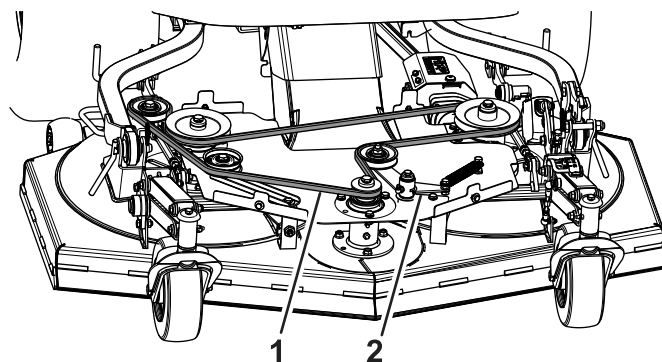

Figura 106
4. Rimuovete la molla del braccio di rinvio dall'apparato di taglio (Figura 106).
1. Applicare la nuova cinghia attorno alle pulegge, come illustrato nella Figura 106.
2. Installate la molla del braccio di rinvio dall'apparato di taglio (Figura 106).